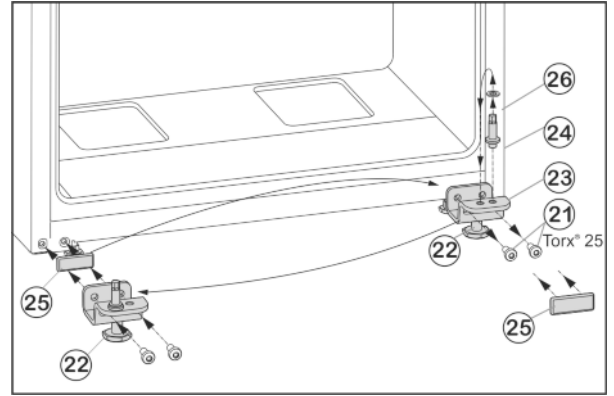

Fig. 7
- ▶ Atsukite tvirtinimo varžtus Fig. 7 (21).
- ▶ Nuimkite visą apatinę atraminę gembę Fig. 7 (23) su atraminiu varžtu Fig. 7 (24), poveržle Fig. 7 (26) ir reguliavimo kojele Fig. 7 (22).
- ▶ Visiškai atsukite atraminį varžtą Fig. 7 (24) su poveržle Fig. 7 (26), perkeltkite į priešingoje atraminės gembės pusėje esančią tvirtinimo angą ir vėl priveržkite.
- ▶ Atsargiai nuimkite dengiamąją plokštelę Fig. 7 (25) ir perkeltkite ją į priešingą pusę.
- ▶ Apatinę atraminę gembę Fig. 7 (23) su atraminiu varžtu Fig. 7 (24), poveržle Fig. 7 (26) ir reguliavimo kojele Fig. 7 (22) vėl tvirtai prisukite kitoje lankstų pusėje, prireikus, naudodami akumuliatorinį atsuktuvą (su 4 Nm).
- ▶ Duris iš viršaus uždėkite ant atraminio varžto Fig. 7 (24).
- ▶ Išsukite reguliavimo kojelę Fig. 7 (22) apatinėje atraminėje gembėje Fig. 7 (23), kol ji prigulus prie žemės.